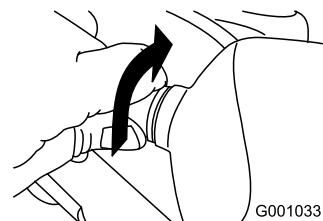

Figura 59
2. Girate in senso antiorario la base della lampadina, finché non si ferma (Figura 59).